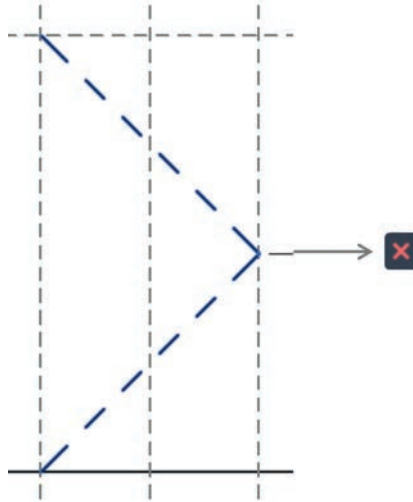

Fig. 9.36
- Sélectionnez les deux lignes qui représentent le sens d'ouverture et supprimez-les (fig. 9.36).